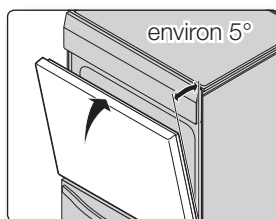

Fig. 1
4. Fermez la porte jusqu'à la position de retrait de la porte : à environ 5 degrés de la position verticale. (Fig. 1)